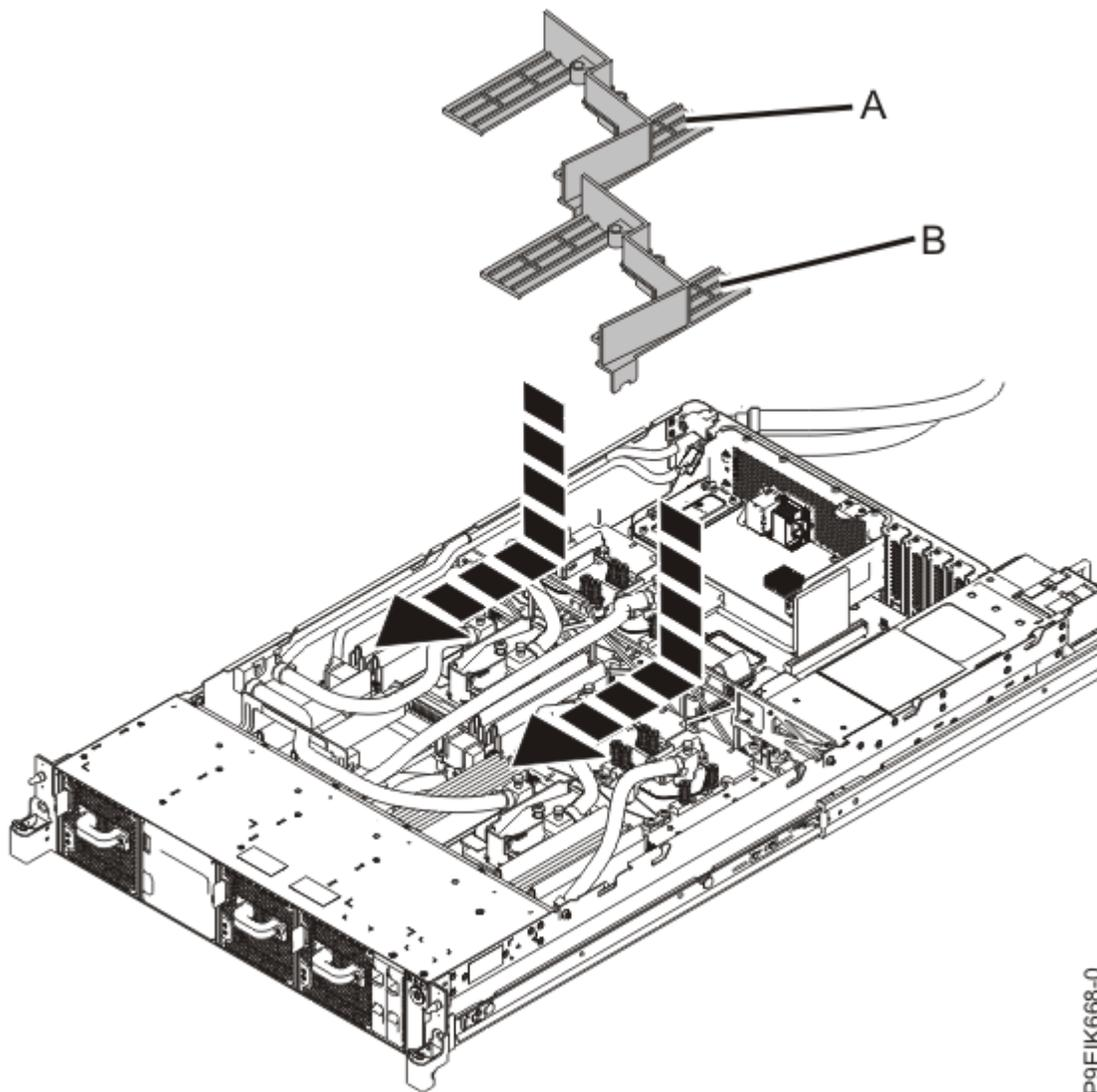

図 161. メモリー・エア・バッフルの取り替え
- 11. エア・バッフル (A) および (B) を取り替えます (178 ページの図 161 を参照)。